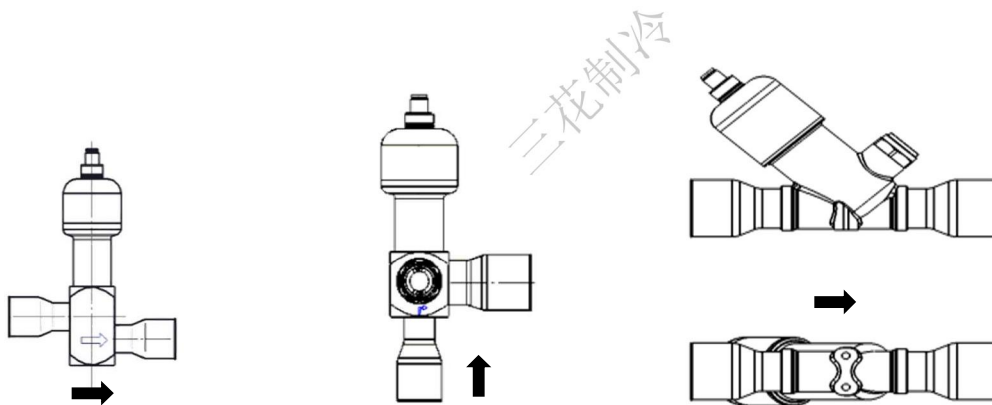

图 3
1、(图 3) 正向流方向如箭头所示，样本 Kv 值基于制冷剂正向流动工况。